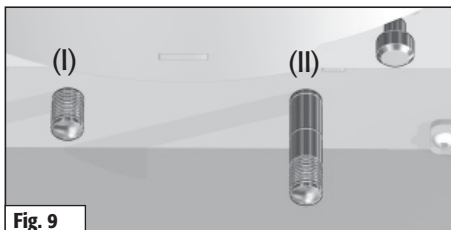

Fig. 9
Chiudere l'aria primaria.	Premere la valvola dell'aria primaria (I) fino all'arresto. (fig. 9)
Regolare l'aria secondaria.	Posizionare la valvola dell'aria secondaria (II) sulla lineetta 2. (fig. 9)